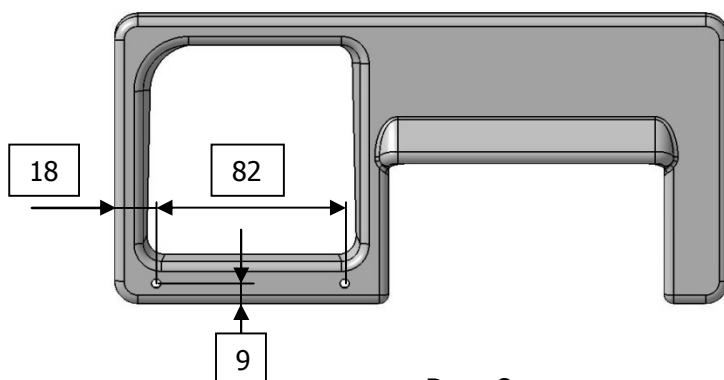

Рис. 8
4.6 Выполнить в кожухе воздухозаборника 06-212505-10 два отв.  $\varnothing 4,2$  по разметке (рис. 8) или по шаблону (рис. 9) приложение №4.